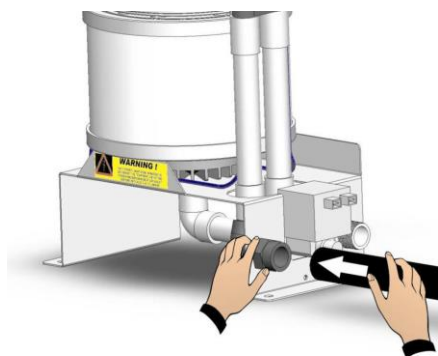

Fig. 18
3. Raccorder le tuyau pour l'eau de drainage au manchon de 25 mm de diamètre, en le fixant avec la bande de serrage fournie (figures 18 et 19).